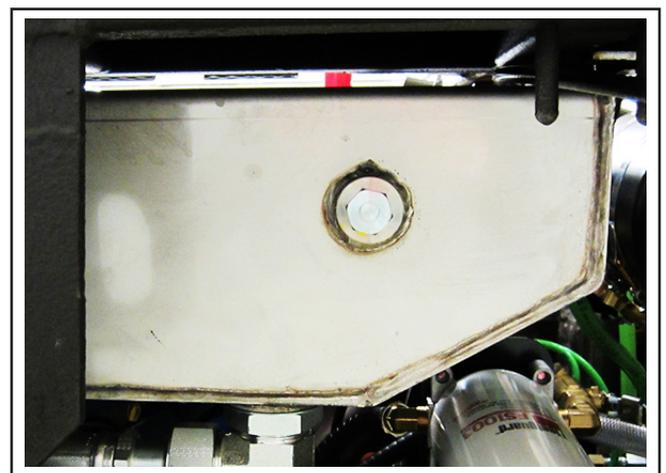

Figure 6 - Réservoir vu du dessous
1. Retirer le bouchon de vidange sous le réservoir hydraulique. Voir Figure 6.
2. Déconnecter le raccord situé au fond du réservoir hydraulique et purger l'huile dans un contenant approprié. Voir Figure 6.